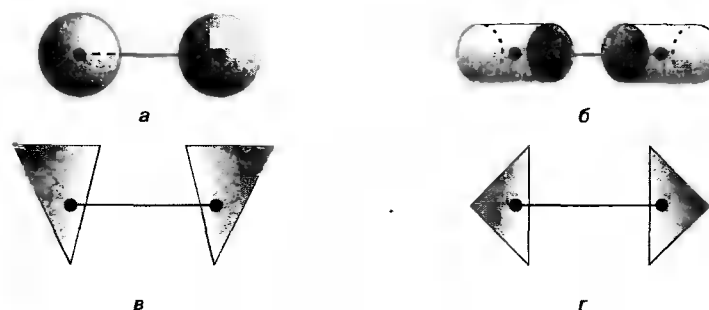

Рис. 33.1. Цилиндрическая симметрия σ-связи
**О σ-связи.** Мы говорим о возможности свободного поворота атомных групп вокруг σ-связи. Здесь следует подчеркнуть, что это свойство σ-связи обусловлено ее цилиндрической симметрией. В то же время очевидно, что пространственное строение молекулы во время поворота все-таки меняется, так как соединенные этой связью атомные группы цилиндрической симметрией на самом деле не обладают. На рисунке 33.1, *а* и *б* показаны фигуры, действительно обладающие такой симметрией. Однако *атомные* группы отнюдь не шары и не цилиндры, группа —CH3, например, пирамида. Рисунок 33.1, *в* и *г* демонстрирует отличие в строении. Отсюда **■** несколько различающаяся энергия конформеров.